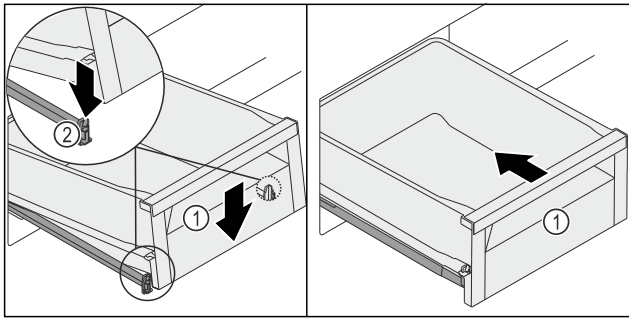

Fig. 129
- ▶ Schubfach Fig. 129 (1) vorne absenken, so dass das Schubfach links und rechts in die Klemme Fig. 129 (2) rutscht.
- ▶ Schubfach Fig. 129 (1) rastet hörbar ein.
- ▶ Schubfach Fig. 129 (1) einschieben.